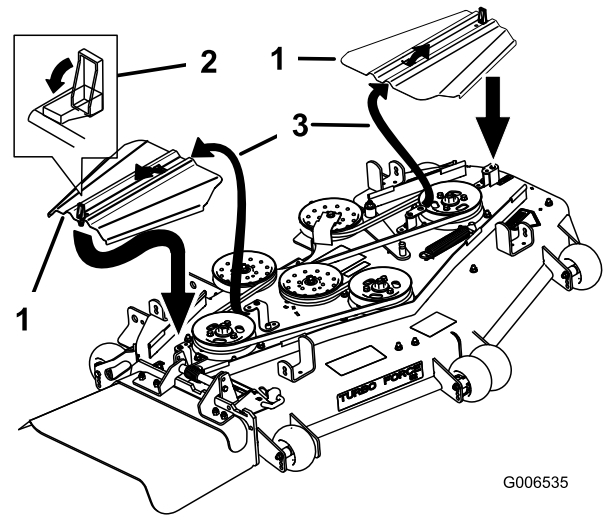

Figure 58
12. Posez les couvercles en les insérant dans la languette, vissez les boulons en place et fermez les fixations (Figure 58).